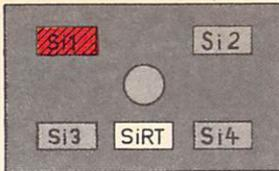

Bild 52
- (2) Blinkt ein Sicherungsmelder (Si 1-Si 4) rot (vgl. Bild 52) und ertönt der Wecker, ist das Bedienen der Tasten unwirksam. Die Sicherungsrückstelltaste darf bei Si 1 sofort, bei Si 2 bis Si 4 frühestens nach etwa 2 Minuten bedient werden. Blinkt der Melder trotz mehrmaliger Bedienung weiter, gilt die Anlage als gestört.